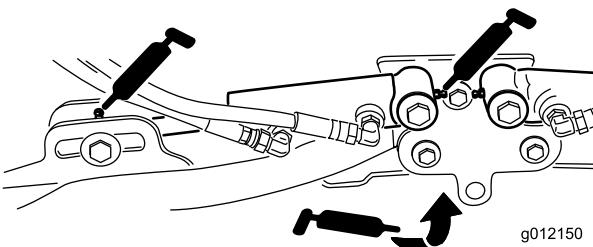

Figura 45
- Cilindri del braccio di sollevamento dell'apparato di taglio (2 cad.) (Figura 45)
- Perni del braccio di sollevamento (1 cad.) (Figura 45)